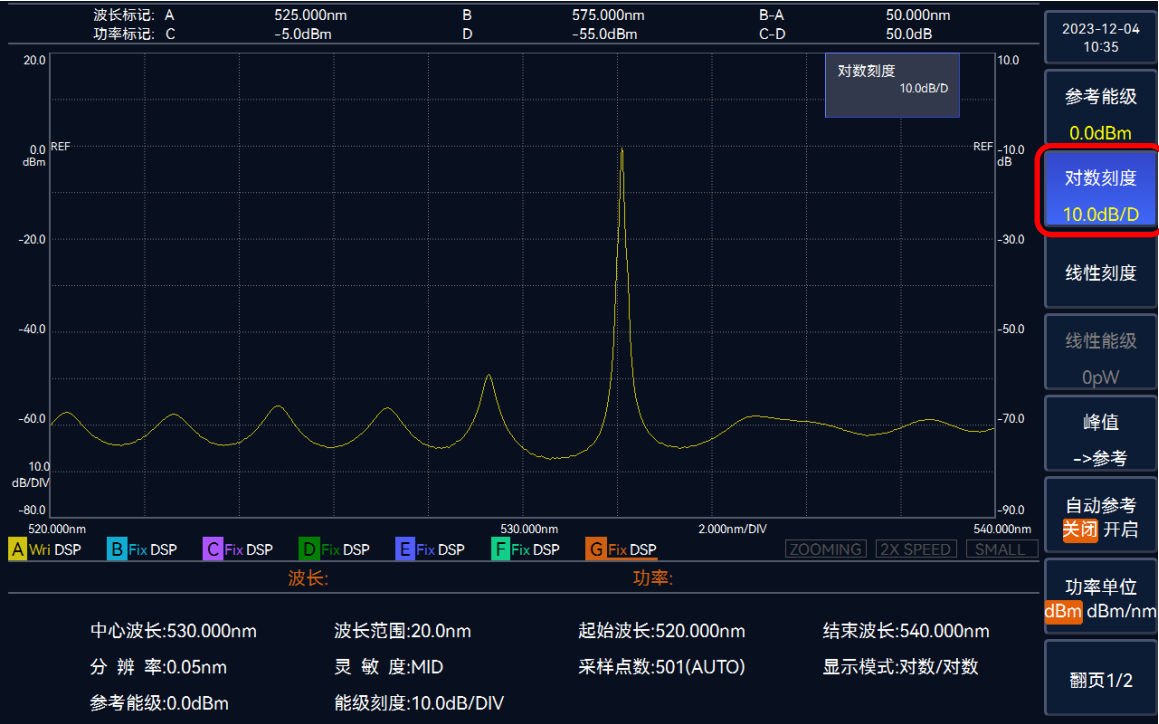

图 3.26 设置对数刻度界面
2. 选择【对数显示】，通过旋钮或者数字键输入对数刻度值，完成设置，如图 3.26 所示。